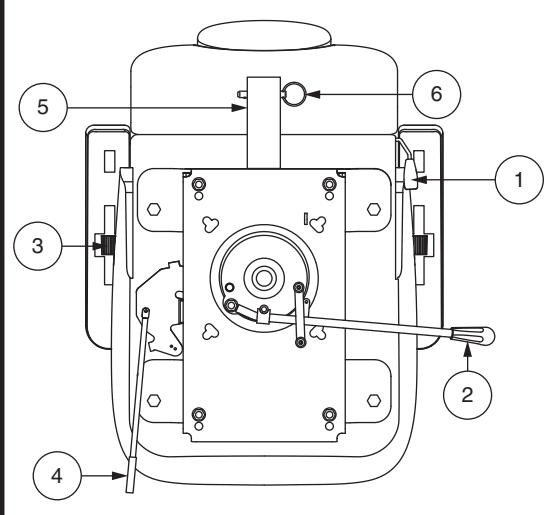

Figure 15. Réglage du siège
Si votre scooter est équipé d'un siège à dossier inclinable, vous pouvez changer l'inclinaison du dossier avec le levier de réglage du dossier. Voir la figure 15.
1. Tirer vers le haut l'avant le levier de rotation du siège afin de dégager le siège. **Voir la figure 15.**
Élevez ou abaissez l'inclinaison des accoudoirs en tournant la roulette de réglage sous l'accoudoir. **Voir la figure 15.**
1. Déplacez le levier coulissant du siège (situé sur le côté inférieur gauche du siège) vers l'extérieur. **Voir la figure 15.**
Le support d'accessoire monté à l'arrière vous permet d'attacher un accessoire personnel comme un panier, support pour marchette ou réservoir d'oxygène à l'arrière de votre scooter. Utiliser la goupille de verrouillage afin de bien fixer votre article au support d'accessoire. **Voir la figure 15.** Consultez votre détaillant autorisé pour plus de détails.